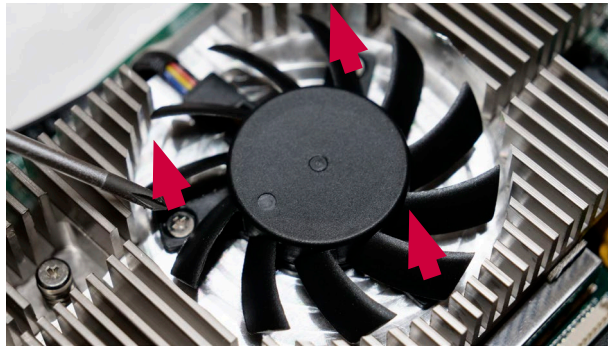

図24 ファンからネジを取り外す
b) ファンを所定の位置に固定している3本のネジを緩めます(図24)
f) ファンを所定の位置に固定する3本のネジ(最大トルク0.3Nm)を挿入して締めます(図24を参照)